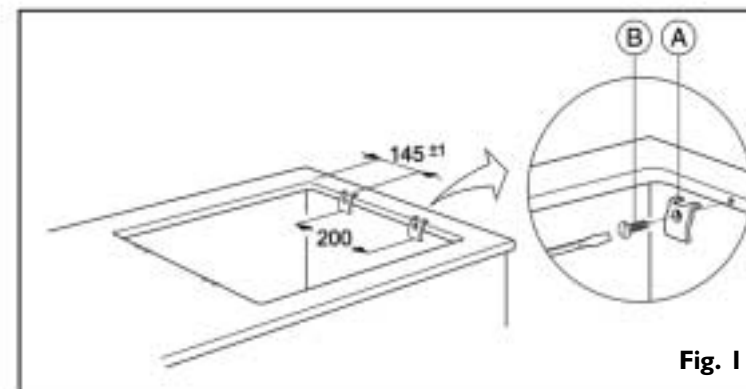

Fig. 1
1. Fixez les pinces (A) (fig. 1) à l'aide des vis prévues à cet effet (B) (fig. 1) et fournies avec l'appareil, comme le montre la figure, en respectant les distances indiquées.
1. Installez la table de cuisson dans le plan de travail (fig. 1).